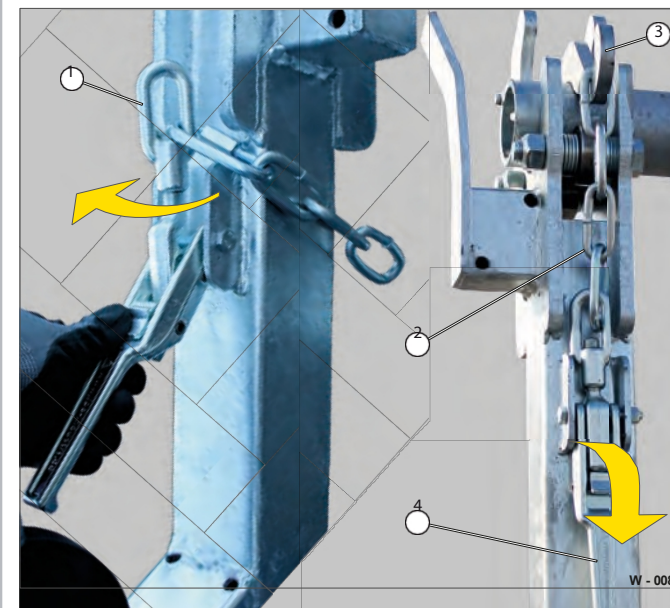

Fig. 8 Justering av kedjelåset
- Stäng spärren: Spaken (bild 8/4) måste vara låst.